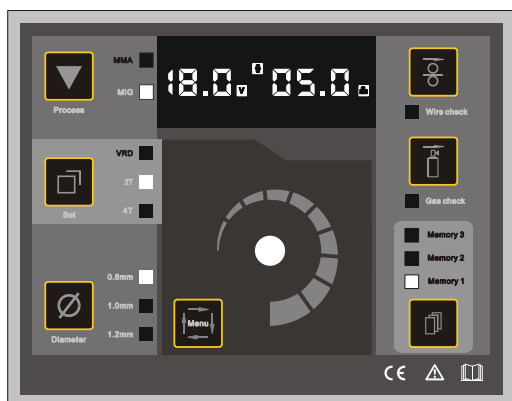
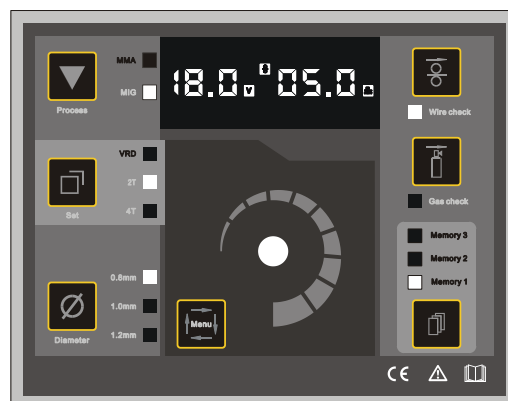

Рисунок 5: Дисплей с установленным напряжением в режиме MIG mode
Рисунок 6: Проверка подачи проволоки в режиме MIG
- a) Когда вы закончили варить, нажмите **【MMA/MIG переключатель】**, загорается индикатор режима MIG и аппарат готов к работе в режиме MIG.(Рисунок 5)
- b) **【Цифровой дисплей показывает】**показывает установленное “18.0V” в вольтах (V). В то время как “05.0м/мин означает номинальный скорость подачи проволоки и указывается в м/мин”
- с) В режиме MIG нажмите кнопку **【BURN BACK】**, индикатор загорится и вы можете отрегулировать подачу проволоки на высокую скорость. (Рисунок 6). **【Цифровой дисплей】** будет мигать до тех пор пока вы не нажмете выключатель горелки либо любую другую кнопку на панели. **【Цифровой дисплей】** и **【BURN BACK】** перестают мигать – прекращается подача проволоки